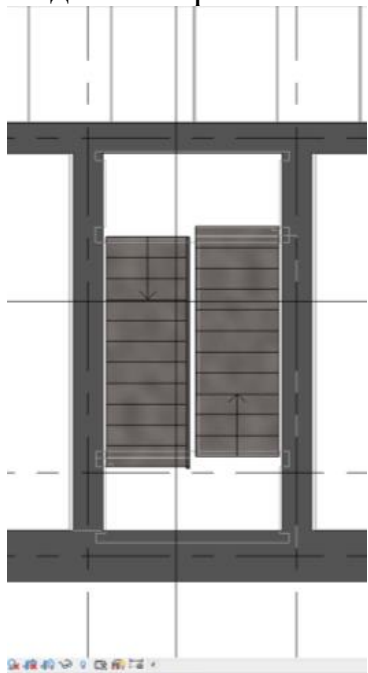

Рис. 2.32. Розташування сходових маршів на плані
- в меню *Архітектура* на вкладці «Рух» оберіть команду *Сходи*, вкажіть відрізком напрям, та вийдіть з режиму редагування (рис. 2.32). 3D вид сходових маршів показано на рисунку 2.33.